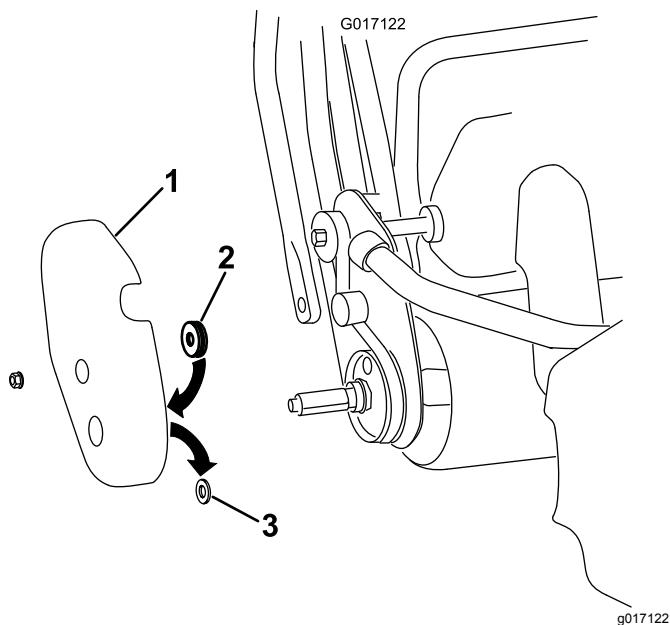

図 5
- ・ 機体から右側ドラムカバーを取り外す図 5。
- ・ ドラムカバーのアクスルホールについているゴム製のハトメを外して廃棄する図 5。
- ・ アクスルホールの周囲をカバーするようにフェルト製のシールを貼り付ける図 5。